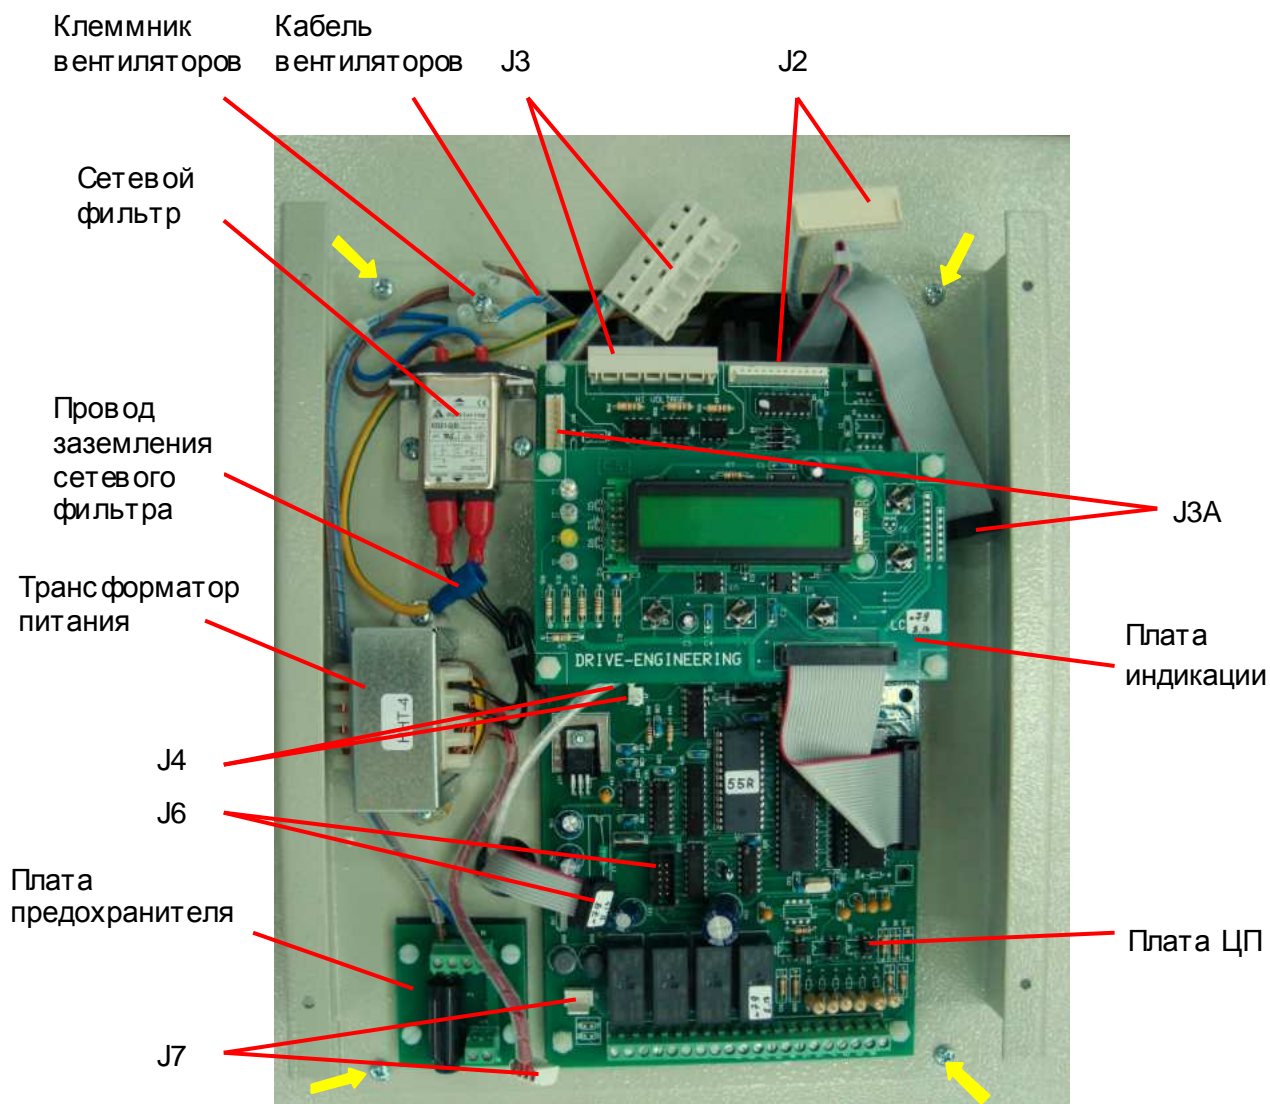

Рис. 6.4
6.4.1. Отсоединить разъемы кабелей от платы ЦП (разъемы J2, J3, J3A, J4, J6, J7, рис. 6.4).
6.4.2. Ослабить два винта в клеммнике вентиляторов и отсоединить кабель вентиляторов (рис. 6.4).
6.4.3. Отсоединить провод заземления сетевого фильтра (рис. 6.4).
6.4.5. Выкрутить четыре винта крепления модуля управления (рис. 6.4, желтые стрелки) и положить их в тару.